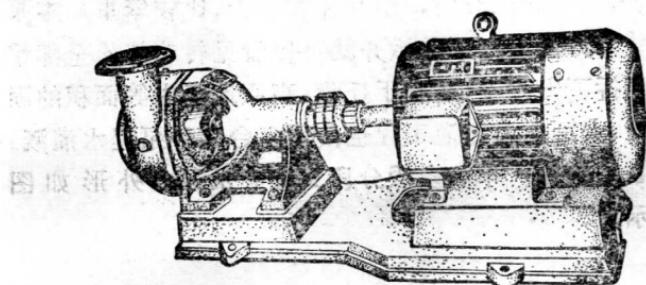

图1—1 B型泵外形
1. B(BA)型泵：单级单吸悬臂式离心水泵。供输送温度不高于80°C的清水及物理、化学性质接近于水的液体。外形如图1—1所示。